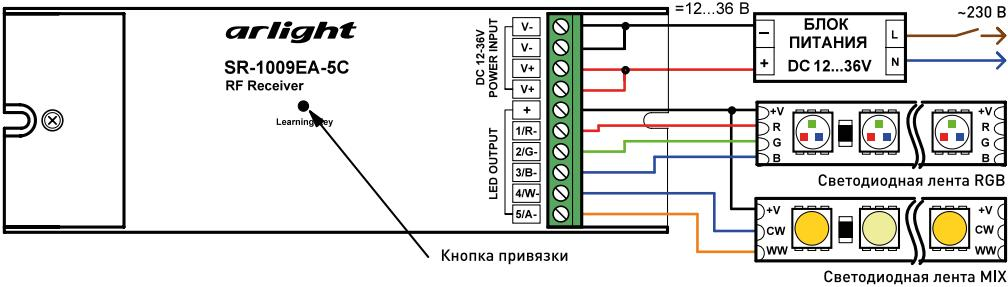

Рис. 1. Схема подключения оборудования с использованием контроллеров SR-1009EA-5CH.
- 3.4. Подключите контроллер и светодиодную ленту [см. инструкцию к контроллеру]. Схема подключения оборудования с использованием контроллера SR-1009EA-5CH приведена на Рис. 1.